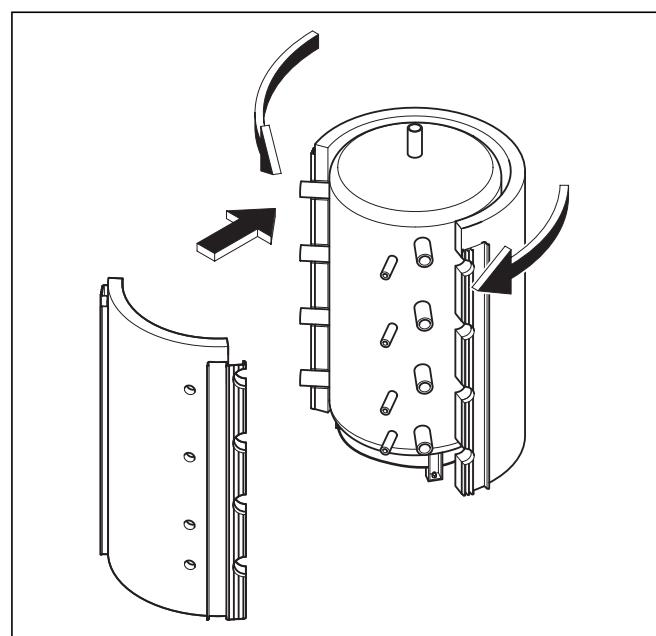

Bild 4.8 Montera isoleringshöljen
- Vik det stora (främre) isoleringshöljet runt ackumulatorhöljet framifrån, se bild 4.8.